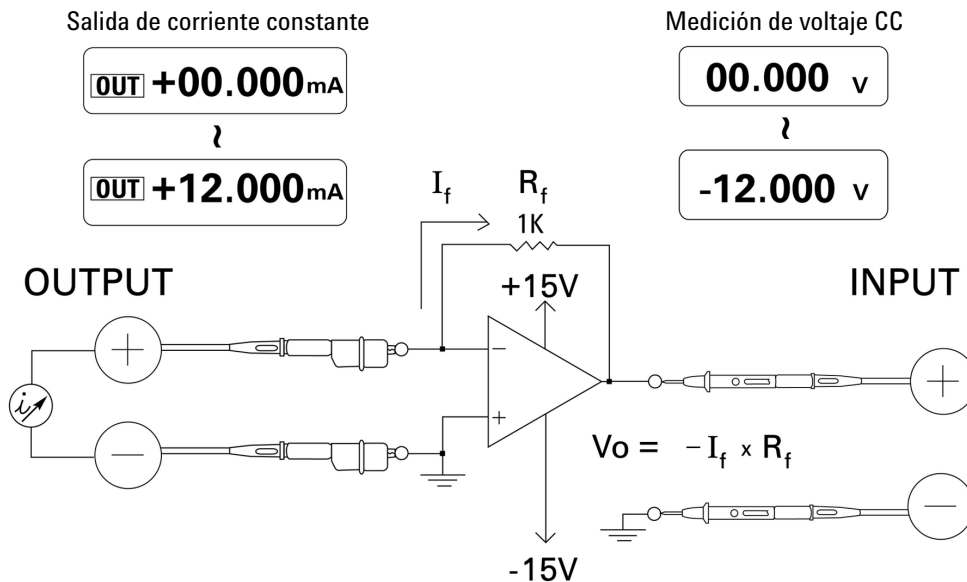

Figura 5-13 Convertidor de corriente a voltaje
Un amplificador operacional ideal puede actuar como un convertidor de corriente a voltaje. En la Figura 5-13, el amplificador operacional ideal conservar su terminal de entrada de inversión a energía de tierra y fuerza a toda corriente de entrada a fluir a través del resistor de respuesta. Por lo tanto $I_{en} = I_f$ y $V_o = -I_f \times R_f$. Note que el circuito brinda la base para una medición de corriente ideal; introduce una caída de voltaje cero en el circuito de medición y la impedancia de entrada efectiva del circuito según lo medido directamente en la terminal de entrada de inversión es cero.
- 5 Conecte el amplificador operacional tal como se muestra en la Figura 5-13.